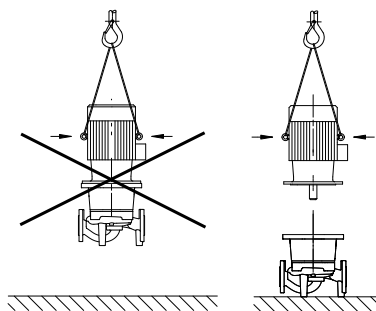

Fig. 20 : Transport du moteur
- **N'utiliser les œillets de levage que pour le transport du moteur et non de la pompe complète (Fig. 20).**